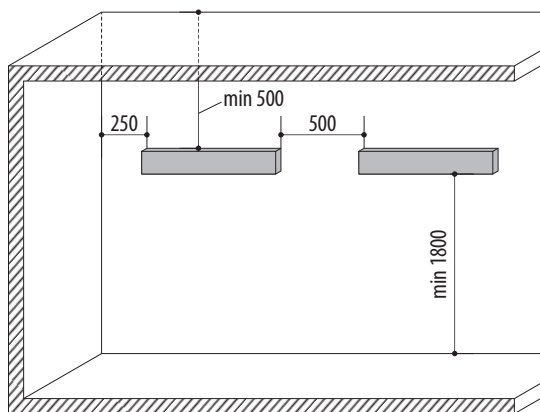

Рисунок 6.
1.9. Конструкция обогревателей позволяет применять их как единичный обогреватель, так и в любых необходимых количествах при соблюдении расстояний между обогревателями (см. рис. 6).
7.2. При выборе места установки следует учитывать, что для безопасной работы обогревателя необходимо обеспечить: расстояние до пола — не менее 180 см, до боковой стены — не менее 25 см, свободное пространство над обогревателем — не менее 50 см (см. рис. 6, 7). Минимальные расстояния от обогревателя до различных поверхностей приведены на рисунке 6. Минимальное расстояние от обогревателя до мебели, бытовой техники и других легковоспламеняющихся поверхностей — 500 мм.